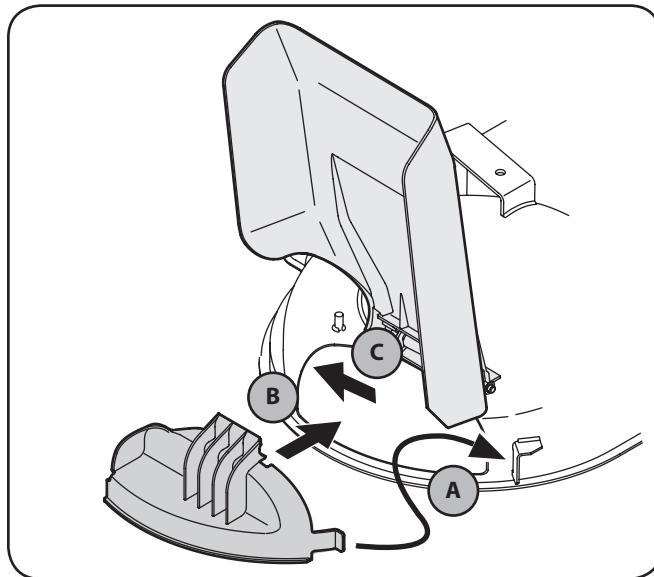

Figure 5-1
1. Inserte la lengüeta derecha (A) de la clavija en el soporte de la plataforma. Vea Figure 5-1.
2. Inserte la clavija de abono en la abertura de descarga (B). Vea Figure 5-1.
3. Una vez colocada en la abertura de la plataforma, empuje la clavija hacia la parte posterior de la cortadora (C) para fijarla en su lugar. Vea Figure 5-1.